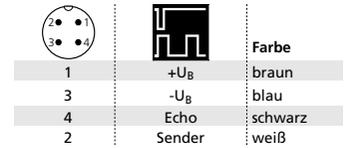

Abb. 2: Pin-Belegung mit Sicht auf den Sensor-Stecker und Farb-Kodierung der Anschlusskabel
- Schließen Sie den Sensor gem. Abb. 2 an das wms-Nachschalteinrichtung bzw. Ihre Steuerung an.